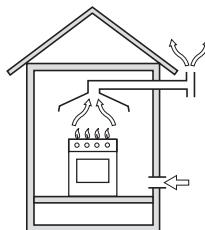

Рис. 1. Прямая вытяжка
- Помещение должно иметь вентиляционную систему, достаточную для удаления продуктов сгорания. Это может быть вытяжка или электрический вентилятор, который автоматически включается при работе вытяжки (Рис. 1).